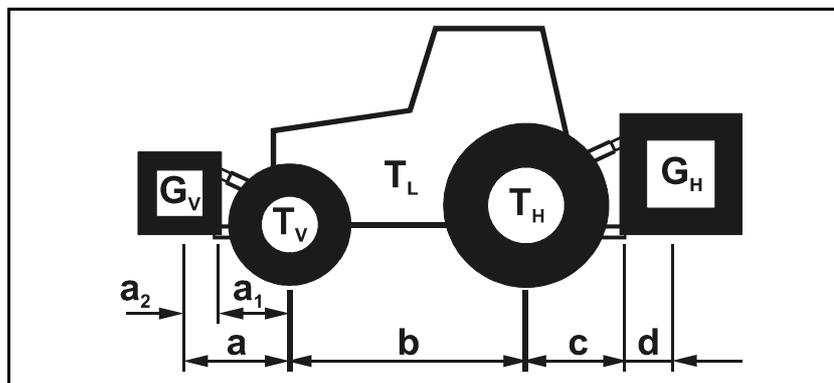

Fig. 25
- Montar las barras conductoras inferiores del remolcador mediante los pernos de las barras conductoras inferiores (Fig. 25/1) a los puntos inferiores de acoplamiento de la máquina y asegurar con pasadores clavija (Fig. 25/2).
- Montar la barra conductora superior del remolcador mediante el perno de la barra conductora superior (Fig. 25/3) al punto superior de acoplamiento de la máquina y asegurar con pasador clavija (Fig. 25/4).